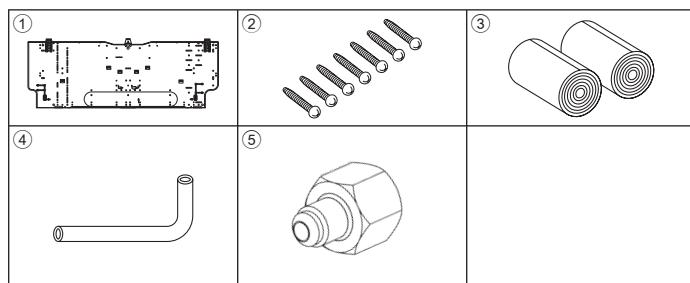

Fig. 3-1
- ⑥ Sortie d'air : ne placer aucun obstacle à moins de 1500 mm de la sortie d'air.
- ⑦ Surface du sol
- ⑧ Garniture
- ⑨ Lorsqu'une traverse dépasse du mur de plus de 60 mm, une distance supplémentaire est nécessaire car le flux d'air du ventilateur peut créer un cycle court.
- ⑩ 1800 mm minimum de la surface du sol (pour montage en hauteur)
- ⑪ 108 mm minimum avec tuyau gauche ou arrière gauche et installation d'une pompe de vidange en option
- ⑫ 550 mm minimum avec installation d'une pompe de vidange en option
- ⑬ Minimum 7 mm : 265 mm minimum avec installation d'une pompe de vidange en option
3.1. Vérifier les accessoires qui accompagnent l'appareil intérieur (Fig. 3-1)